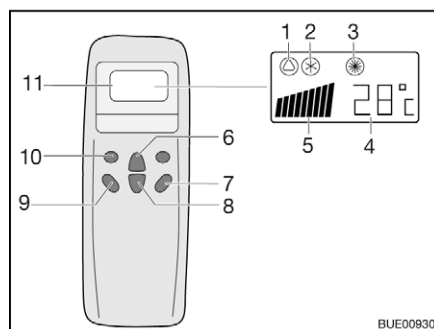
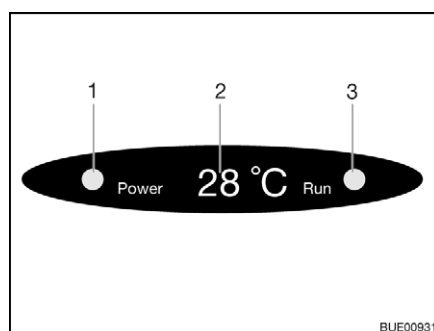

Fig. 152 Télécommande
Fig. 153 Affichage sur le diffuseur
- Appuyer sur la touche "ON/OFF" (Fig. 152,7).
- Appuyer sur la touche "Mode" (Fig. 152,10) autant de fois que nécessaire pour que le mode de fonctionnement souhaité (Fig. 152,1, 2 ou 3) s'affiche à l'écran. Le voyant de contrôle correspondant s'allume sur l'écran du diffuseur (Fig. 153,3).
- Régler la température souhaitée avec les touches d'augmentation de la température (Fig. 152,6) ou de diminution de la température (Fig. 152,8).
- Sélectionner le niveau de ventilation souhaité à l'aide de la touche de vitesse du ventilateur (Fig. 152,9).